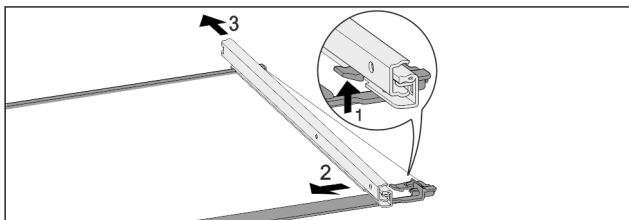

Fig. 125 Płyta szklana z szynami
- ▶ Wcisnąć przedni hak ryglujący do góry. Fig. 125 (1)
- ▶ Wysunąć prowadnicę w bok Fig. 125 (2) i do tyłu Fig. 125 (3).